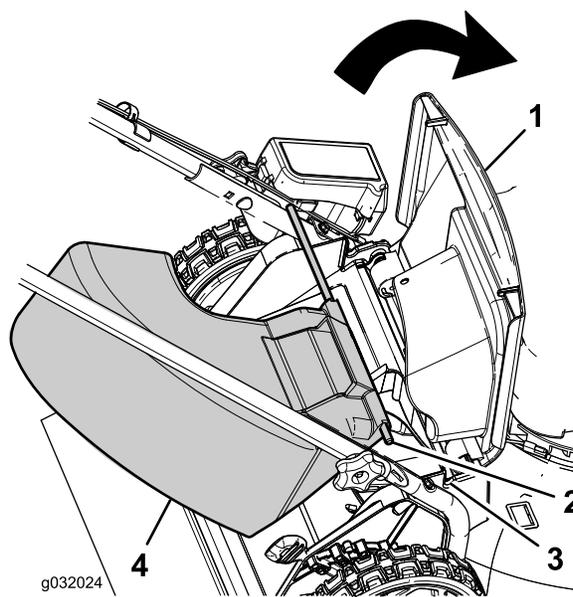

Figura 21
1. Tirate verso l'alto il deflettore posteriore (Figura 21).
2. Inserite le estremità dell'asta del condotto di scarico laterale nelle tacche sulle staffe della stegola (Figura 21).